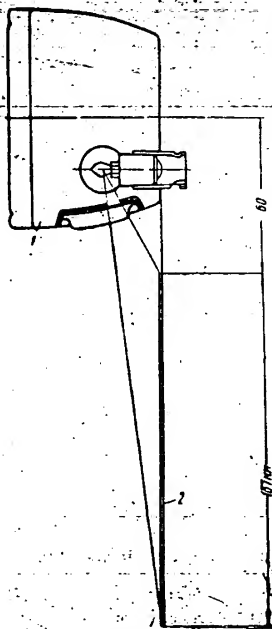

Рис. 7. Правильное расположение номерного знака относительно заднего фонаря:
7. Линза освещения номерного знака грузовых автомобилей — маскритуется — вставкой ФП13-159 (рис. 6), представляющей собой изогнутую по форме линзы пластинку с прорезью. Номерной знак должен быть расположен относительно заднего фонаря так, как показано на рис. 7. Несоблюдение размеров указанного расположения в смещении номерного знака относительно задней плоскости фонаря создаст плохую видимость цифр и букв номерного знака.